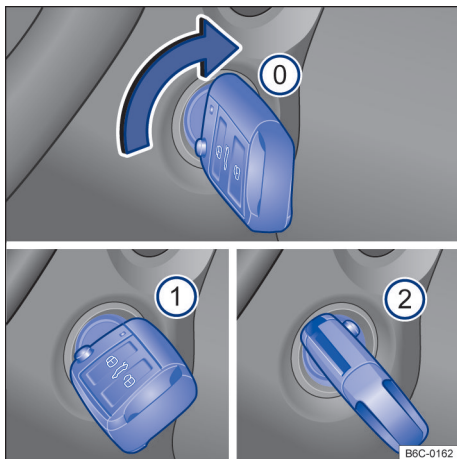

Fig. 82 Al lado del volante de la dirección, a la derecha: posiciones de la llave del vehículo en la cerradura de encendido.
Posiciones de la llave del vehículo → fig. 82
- *Vehículos con arranque en caliente:* girar la llave del vehículo a la posición → fig. 82 ①. El encendido está conectado. En ese momento la luz de control del sistema de arranque en caliente  se encenderá en el instrumento combinado. Esperar a que la luz de control  se apague indicando el final del calentamiento del combustible (esta acción puede ser necesaria en condiciones de arranque con el motor frío).
- Girar la llave del vehículo en el cilindro del encendido hacia la posición → fig. 82 ② – no acelere. Cuando el motor comience a funcionar, soltar la llave del vehículo en la cerradura de encendido.
- *Vehículos con arranque en caliente:* girar la llave del vehículo en el cilindro del encendido hasta la posición → fig. 82 ② para poner en marcha el motor – sin acelerar. En caso de que ►
no se respete la etapa 5, la luz de control  parpadeará indicando la necesidad de interrumpir el procedimiento de arranque y repetirlo después de volver la llave a la posición → fig. 82  y esperar aproximadamente 10 segundos.